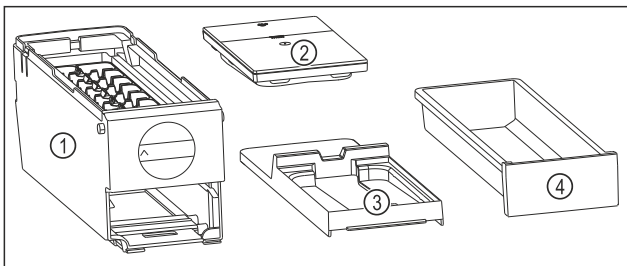

Fig. 138 Componente ale EasyTwist-Ice
- ▷ EasyTwist-Ice este dezasamblat în patru piese. (vezi Fig. 138)
- ▶ Dezasamblați EasyTwist-Ice numai în componentele ilustrate. (vezi Fig. 138)
- ▶ Curățați corpul EasyTwist-Ice Fig. 138 (1) ca un întreg.